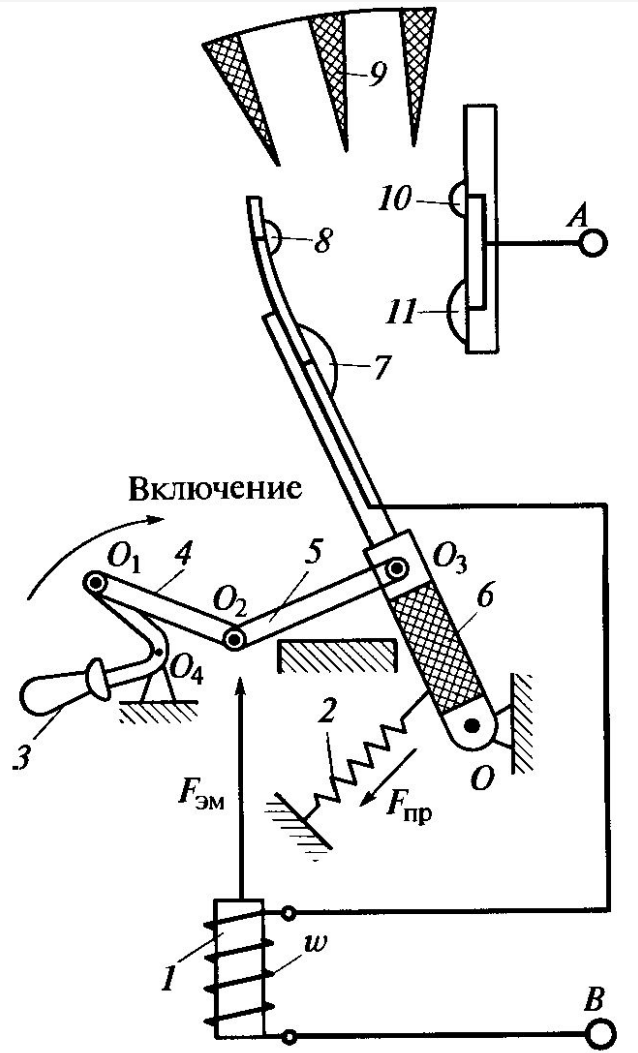

Рис. 10.10
- *Универсальные автоматы предназначены для защиты установок постоянного и синусоидального токов. Конструкция и электрическая схема автомата приведены на рис. 10.10. В указанном положении автомат отключен и силовая электрическая цепь между выводами А и В разомкнута.*